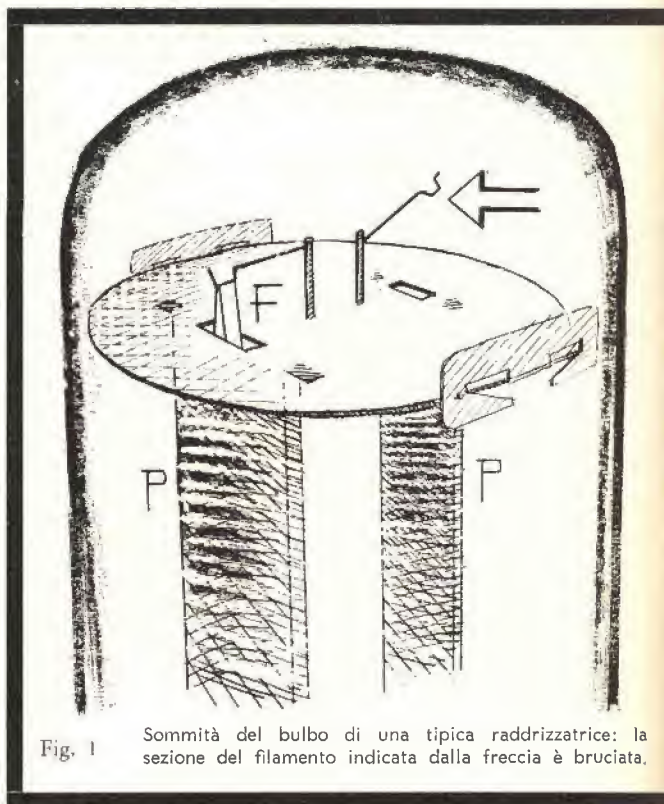

Fig. 1
Per comodità costruttiva, i due filamenti sono mantenuti in tensione, ciascuno da una molla (vedi fig. 1) che appare visibilissima, guardando il complesso di elettrodi alla sommità del tubo.
*Morale:* se una raddrizzatrice appare come a fig. 1, è senz'altro BRUCIATA.